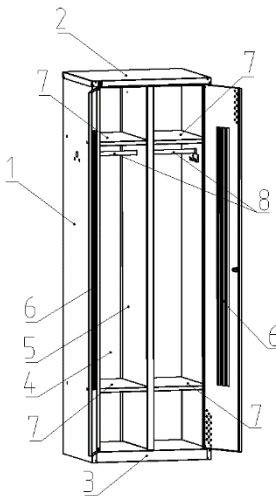

Рис. 1. Устройство гардеробных шкафов серии «Эконом»
- 3.1.** Гардеробный шкаф (см. рис. 1) состоит из: Боковин поз. 1; Крышки верхней поз. 2; Крышки нижней поз. 3; Задней стенки поз. 4; Перегородки поз. 5; Дверей поз. 6; Полок поз. 7; Пластиковой трубки с навесными крючками поз. 8. Поставка шкафов осуществляется в собранном виде.